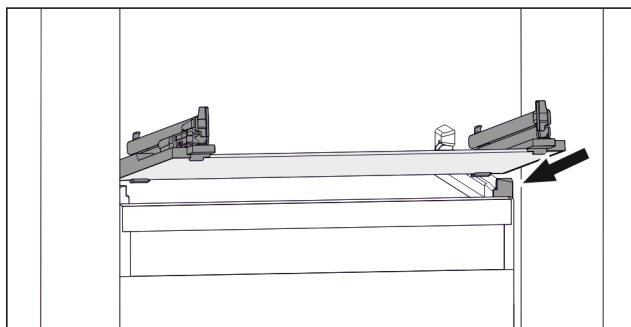

Fig. 46 Rappresentazione esemplificativa del ripiano in vetro
- ▶ Applicare il ripiano in vetro obliquamente dietro i fermi. (vedere Fig. 46)